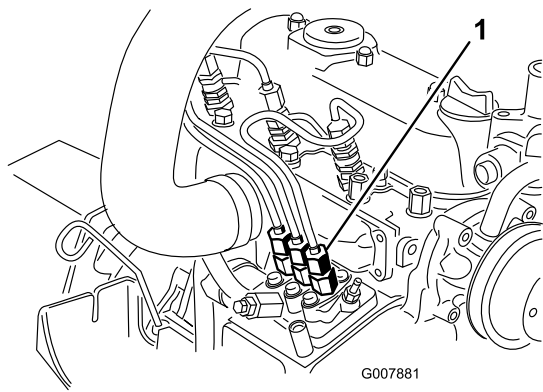

Figura 36
1. Coloque un trapo debajo del conector del tubo que viene desde la bomba de inyección a la boquilla del inyector N° 1, según muestra Figura 36.